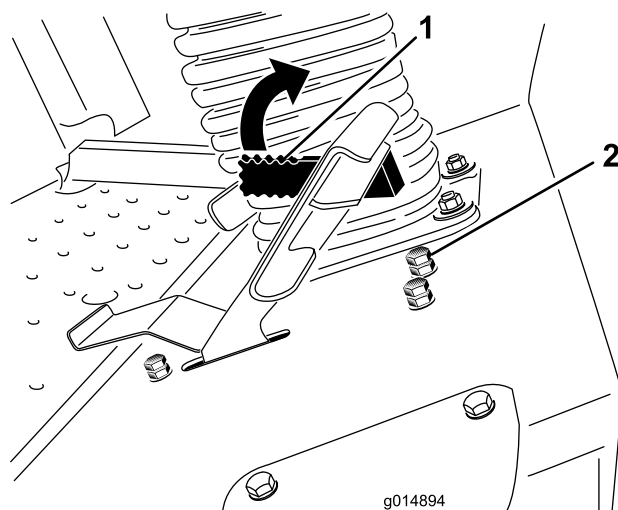

図 61
- 刈り込み速度制限ストップ・ボルトのジャム・ナットをゆるめる (図 61)。
刈り込み速度リミッタ・レバー (図 61) を前方に半回転させると刈り込み時の走行速度を制限することができます。